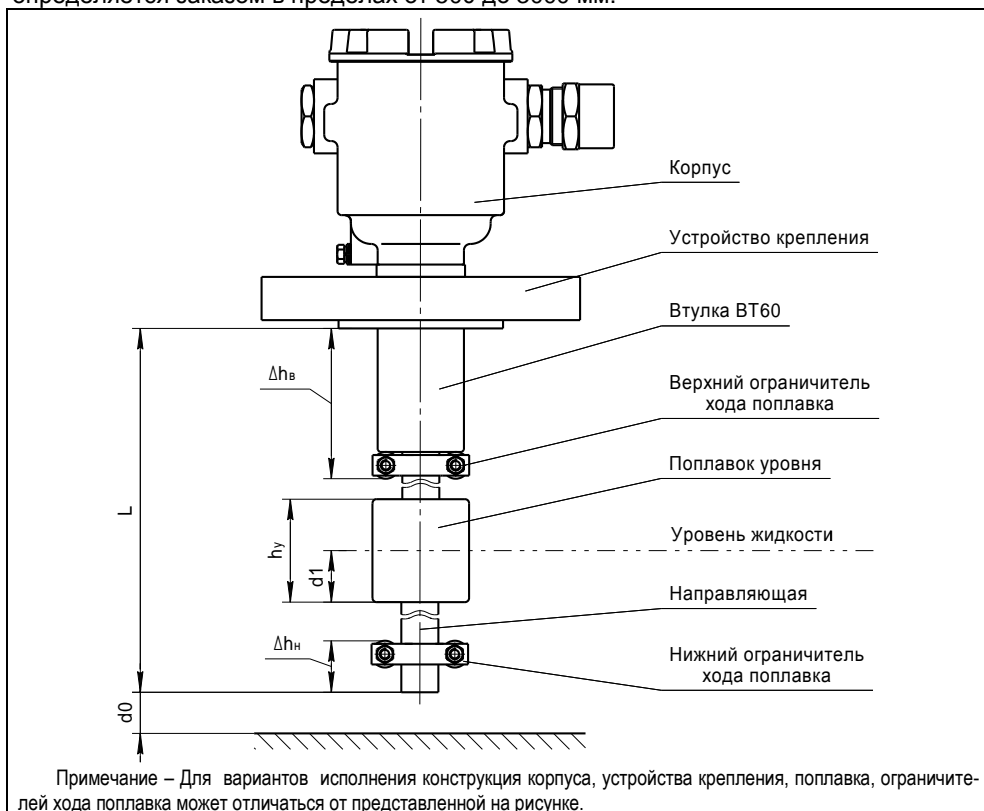

Рисунок 1
1.2.2 Длина направляющей L преобразователя (см. 1.4.5, рисунок 1) определяется заказом в пределах от 500 до 3000 мм.
Величина нижней неизмеряемой зоны Δh_n определяет положение нижнего ограничителя хода поплавка (см. рисунок 1). При выпуске из производства она устанавливается минимальной, равной 20 мм.
Величина верхней неизмеряемой зоны Δh_v определяет положение верхнего ограничителя хода поплавка (см. рисунок 1). При выпуске из производства по умолчанию она устанавливается равной минимальному значению Δh_{vmin} :
1.4.1 Преобразователь (см. рисунок 1) состоит из корпуса, соединённого с направляющей, на которой устанавливаются: устройство крепления, поплавков уровня и ограничители хода поплавка.